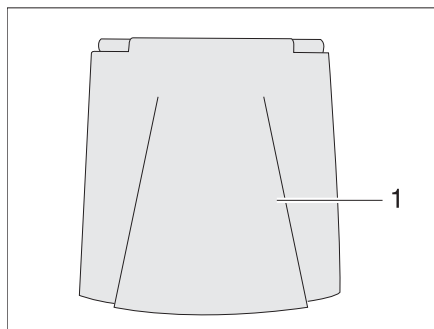

Fig. 37 Trampilla exterior conexión de 230 V
- Abrir:** ■ Girar la trampilla exterior (Fig. 37,1) hacia arriba.
- Cerrar:** ■ Girar hacia abajo la trampilla exterior (Fig. 37,1) y cerrarla presionándola.